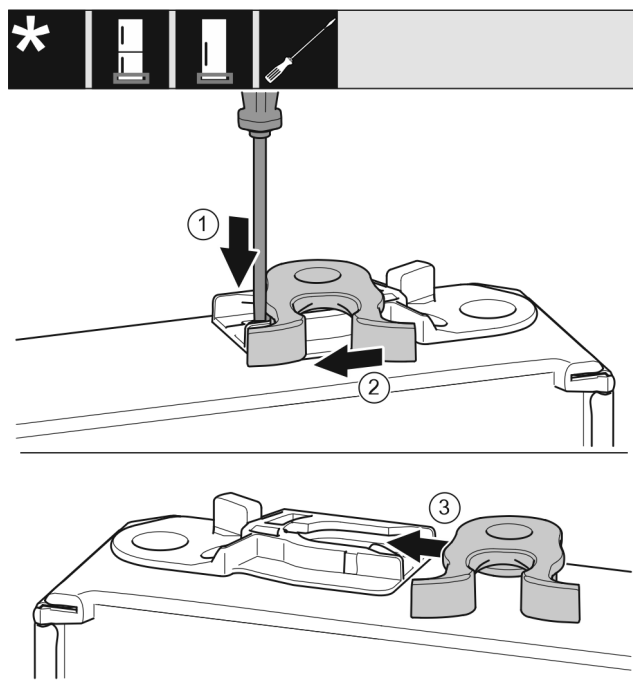

Fig. 46 *
- Apăsați în jos eclisa Fig. 46 (1) cu șurubelnița plată.*
- Trageți cârligul de închidere Fig. 46 (2) din ghidaj.*
- Împingeți pe partea opusă cârligul de închidere Fig. 46 (3) în ghidaj.*